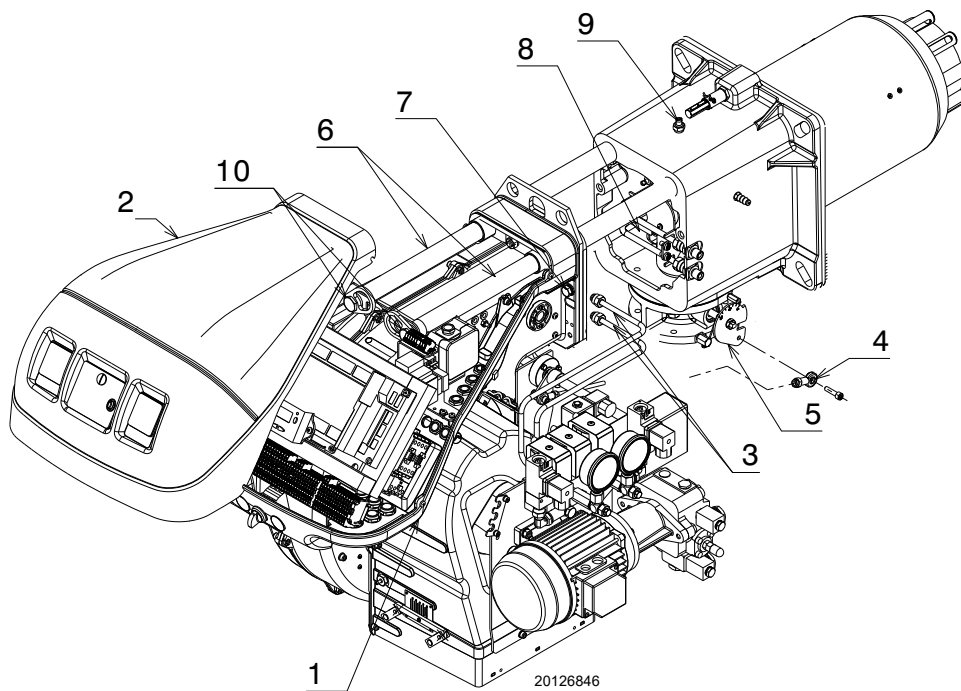

Fig. 58
- Loosen the 4 screws 1)(Fig. 58) and remove the hood 2).